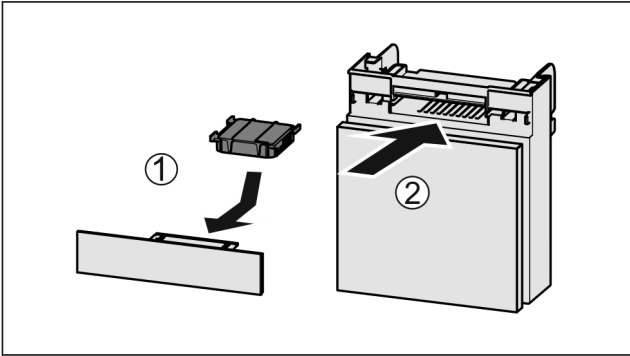

Fig. 96
- ▶ Aktivkohlefilter nach Abbildung einsetzen Fig. 96 (1).
- ▶ Fach einschieben Fig. 96 (2).